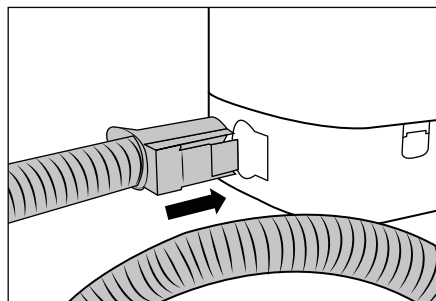

Abb. 2
- ♦ Stecken Sie den Sprüh-/Saugschlauch **19** in den Sprüh-/Saugschlauchanschluss **17** des Geräts, bis die Entriegelungstaste **21** einrastet (siehe Abb. 2).